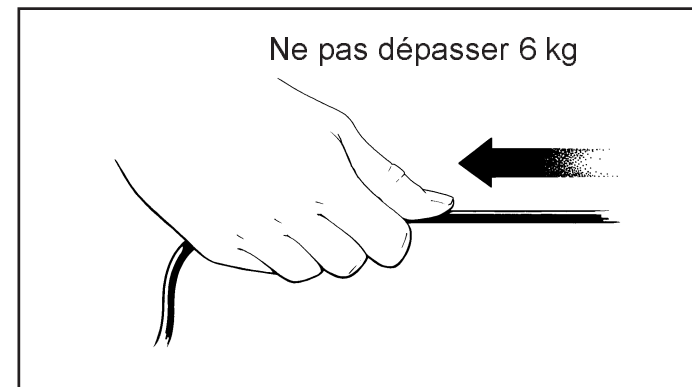

Figure 4
4. La tension maximale pouvant être appliquée au câble détecteur ne doit pas dépasser 6 kg. Une tension supérieure peut provoquer une dégradation interne qui peut être cachée par l'état de la gaine extérieure (voir figure 4).